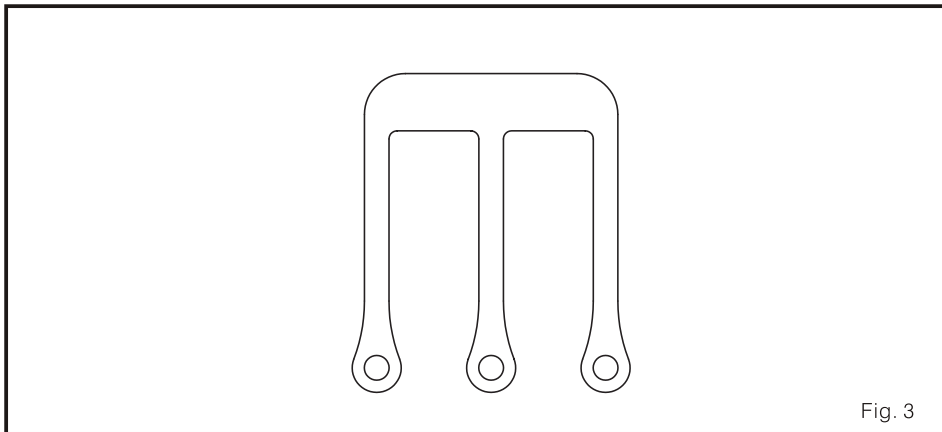

Fig. 3
- (1) a agulha deve ser inserida no buraco da lâmina agulha completamente.
- (2) depois de ajustar, confirme que todas as agulhas que isto centrou ao centro do buraco da chapa de agulha. (Fig. 3)